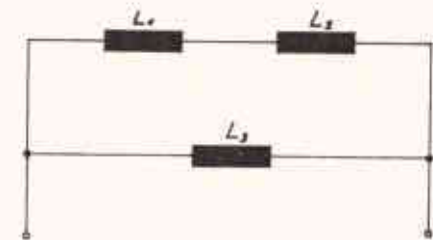

Abb. 7.3 – Spulenschaltung
3. Bei der Schaltung nach Abb. 7.3 betragen: